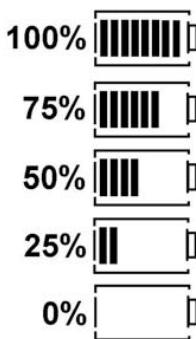

Fig. 6: Estado de carga das pilhas
- 7 Símbolo do TRMS (AC)
O estado atual de carga das pilhas é sempre indicado na tela LCD (Fig. 5, pos. 5). O número de barras indica o estado de carga das pilhas em porcentagem (Fig. 6).